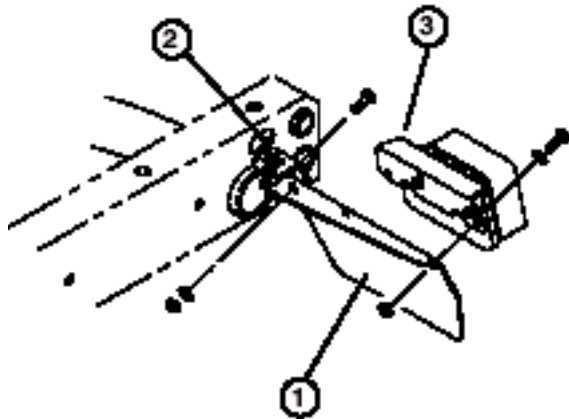

Bild 1
3. Befestigen Sie die Rückseite jeder Rücklichtplatte mit einer $\frac{5}{16}$ -18 x 1 Zoll langen Schraube, 0,344 Zoll I. D. flachen Scheibe und Mutter hinten an den Rahmenhalterungen, siehe Bild 1.